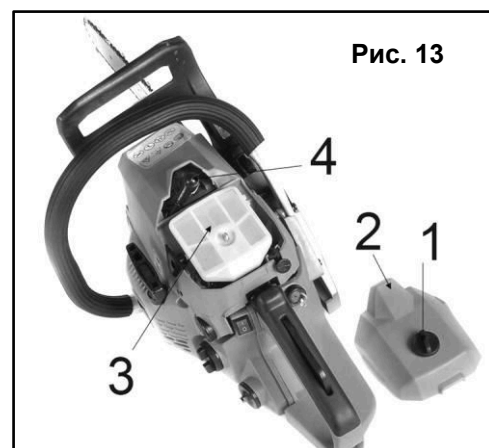

Рис. 13
- При подготовке бензопилы к эксплуатации в зимних условиях при температуре около  $-5^{\circ}\text{C}$ , нужно включить систему подогрева карбюратора, для чего нужно снять крышку воздушного фильтра (2) (См. Рис.13).
- Отверните винт - фиксатор крышки воздушного фильтра (1)(См. Рис. 13).
- Снимите крышку воздушного фильтра (2)
**Обслуживание свечи зажигания (См. Рис. 13):**
- Снимите крышку воздушного фильтра (2).
- Снимите воздушный фильтр (3).
- Отсоедините высоковольтный провод от свечи зажигания (4), для этого его понадобится потянуть, и выкрутить.